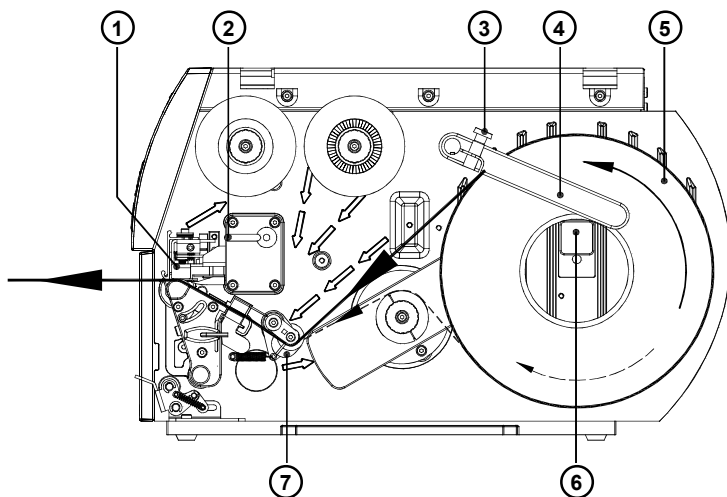

Figura 2
1. Allentare la vite a testa zigrinata (3), spostare la guida (4) verso l'alto e spingerla quanto possibile verso l'esterno.
2. Inserire il rotolo di etichette (5) sul portarotolo (6) e srotolare una striscia di etichette sufficientemente lunga dal rotolo di scorta. Spingere il rotolo fino al punto di arresto.
3. Spostare la guida (4) verso il basso fino al portarotolo (6). Spingere la guida contro il rotolo di scorta, in modo tale che durante lo svolgimento il rotolo venga leggermente frenato. Serrare la vite a testa zigrinata (3).
4. Spostare la leva (2) in senso orario fino al punto di arresto, sollevando in questo modo l'unità della testa di stampa (1).
5. Spingere l'anello di guida (7) quanto possibile verso l'esterno.
6. Far passare la striscia di etichette attraverso la stampante come rappresentato nella figura 2. Il percorso della carta per etichette avvolte verso l'esterno è rappresentato come linea continua, mentre quello per etichette avvolte verso l'interno è rappresentato come linea tratteggiata.
7. Impostare la barriera fotoelettrica delle etichette (8) in modo tale che il sensore (9) stesso possa rilevare l'interspazio delle etichette, nonché la presenza di marcature a riflessione o perforate. Per la regolazione, spingere la barriera fotoelettrica per il manico (10) nella posizione necessaria.